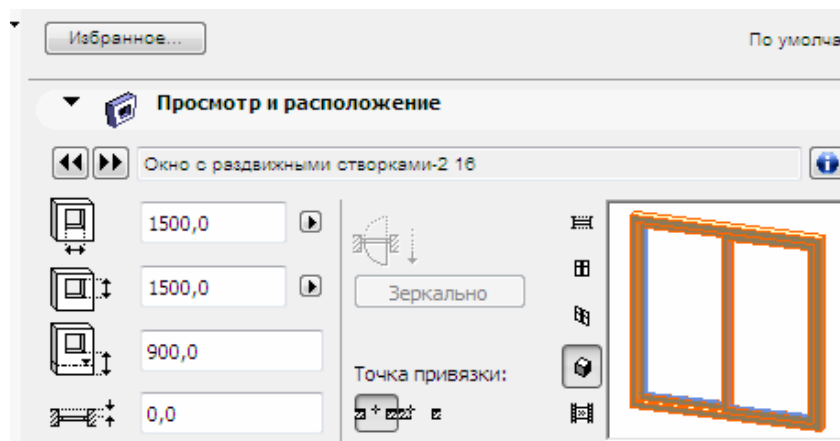

Рис. 60
2. Активизируйте взгляд **1.1-й этаж** в карте проекта и, используя инструмент **Окно**, выберите в панели **Избранное** нужный тип окна . Выполните последовательные попарные щелчки в тех местах наружных стен, где располагаются окна на фоновом чертеже, приблизительно в средней части оконного проема (рис. 60), чтобы они как можно точнее соответствовали исходному заданию, представленному в качестве фона-ссылки. Первый щелчок указывает центр окна, второй — ориентацию. Справа показаны наружные стены с окнами (фон временно скрыт).